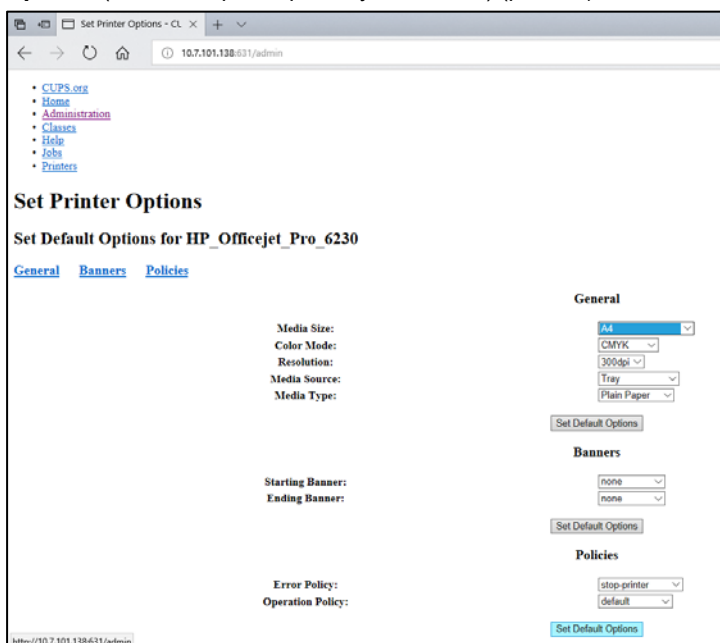

Рис. 81. Правильный выбор формата материалов для печати.
7. Необходимо правильно выбрать **Media Size** (Формат материалов для печати), например «A4», поскольку некоторые принтеры не печатают данные, если формат бумаги задан неправильно. Затем сохраните настройки нажатием кнопки **Set Default Options** (Задать параметры по умолчанию) (рис. 81).